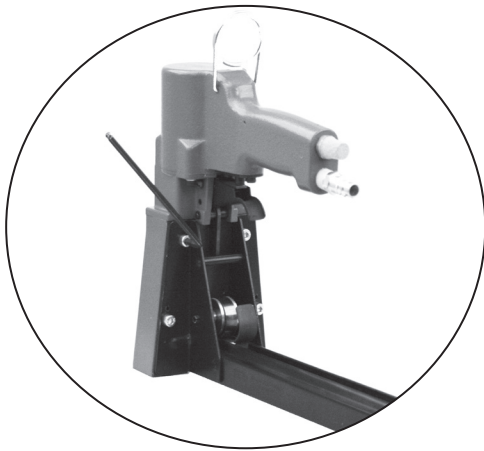

Fig. 9
1. Lossa de fyra skruvarna som håller magasinet till huset. (Fig. 9)